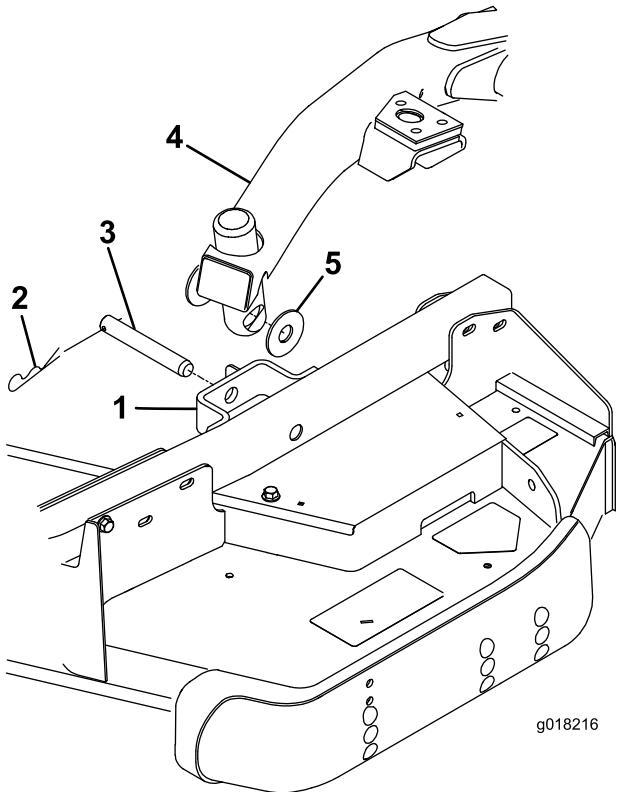

Bild 26
4. Stellen Sie den Hubhebel nach vorne auf die Schweben-Stellung. Drücken Sie einen Hubarm nach unten, bis die Löcher im Hubarm mit den Löchern in der Laufradarmhalterung ausgerichtet sind, und die Schnithöhenstange in die Hubarmpolster eingesetzt werden kann (Bild 26).
5. Befestigen Sie den Hubarm mit zwei Druckscheiben, einem Lastösenbolzen und einem Splint am Laufradarm. Legen Sie die Druckscheiben zwischen den Hubarm und die Halterung des Laufradarms (Bild 26). Setzen Sie das Ende des Splints in den Schlitz im Laufradarm ein, um den Splint zu arretieren.